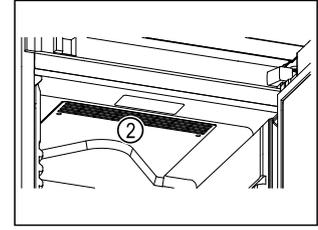

Fig. 65
- Lüftungsschlitze Fig. 65 (2) des Umluftgebläses im Innenraum freihalten.